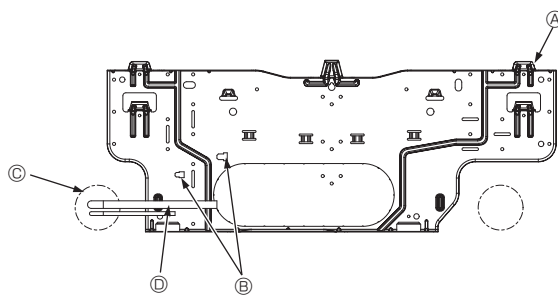

Fig. 3-6
- Ⓓ Гвинти кріплення (4 × 25) ②
- Ⓕ Монтажна плата ①
3.3. Вбудовування труб у стіну (Fig. 3-6)
- Ⓐ Монтажна плата ①